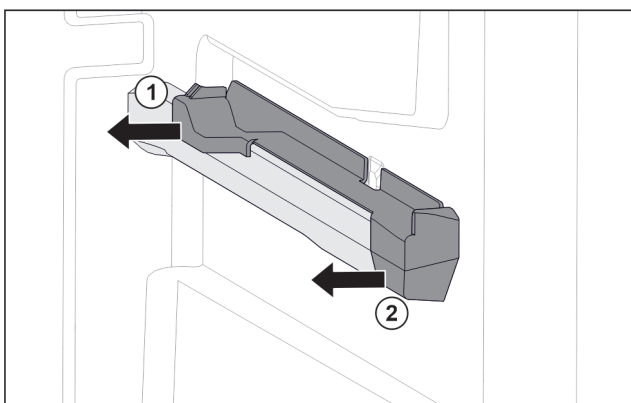

Fig. 41 Nasazovací díl na pravém žebrování na nádoby
- Stáhněte nasazovací díl vzadu na stranu. Fig. 41 (1)
- Stáhněte nasazovací díl vpředu na stranu. Fig. 41 (2)